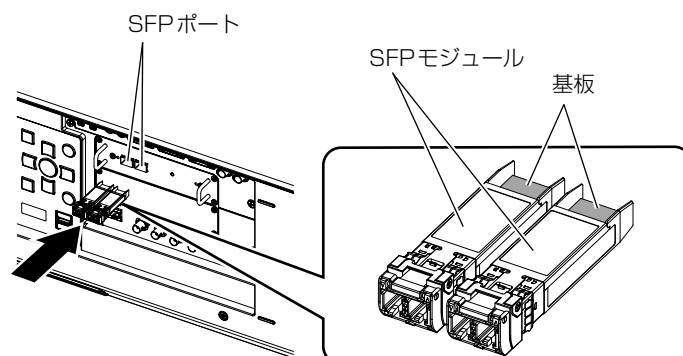

図 1
2) SFP モジュールを SFP ポートに取り付ける (図 1)